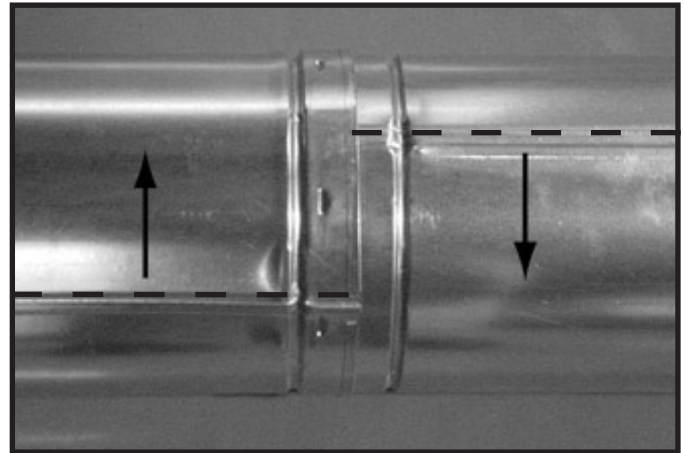
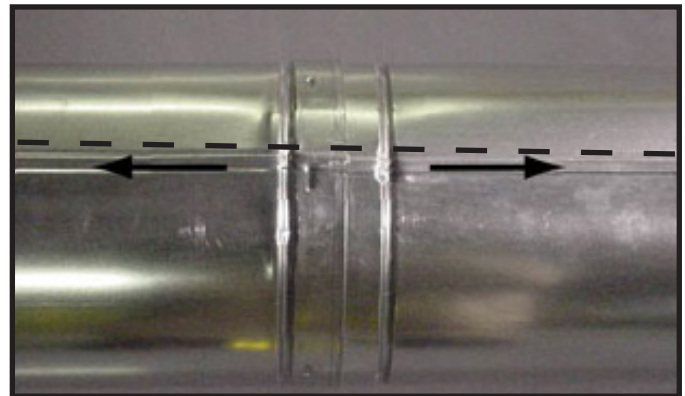

Figure 7.9 Faire pivoter les joints d'assemblage pour démonter
Figure 7.10 Aligner et démonter les sections de conduit.
- Pivotez l'une des sections (figure 7.9) de façon à ce que les joints des deux sections des conduits soient alignés, comme indiqué sur la figure 7.10.